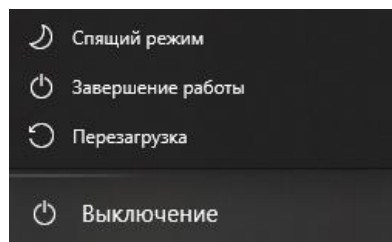

Рисунок 2.10.2 – Перезагрузка и завершение работы компьютера
2.9.11. Если нет связи с контроллером или не приходят данные по дистанционному управлению (оператор, диспетчер), то управление недоступно (рис. 2.10.2). Необходимо восстановить связь и проверить работоспособность систем управления.